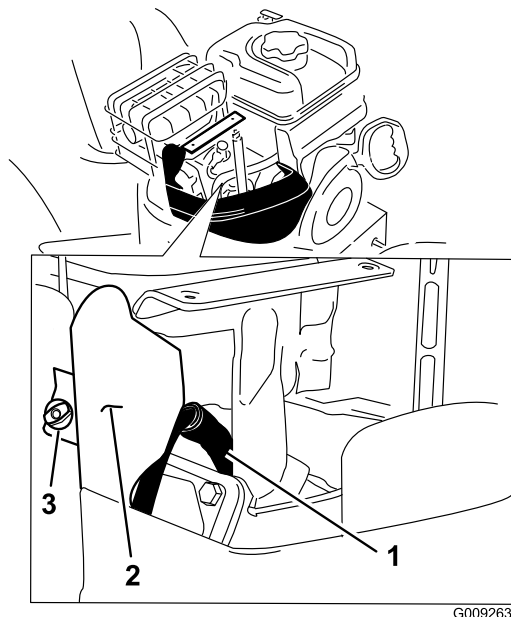

Рисунок 44
4. Отверните барашек хомута и снимите хомут (Рисунок 44).
5. Произведите чистку поверхности вокруг гнезда для свечи зажигания (Рисунок 44).